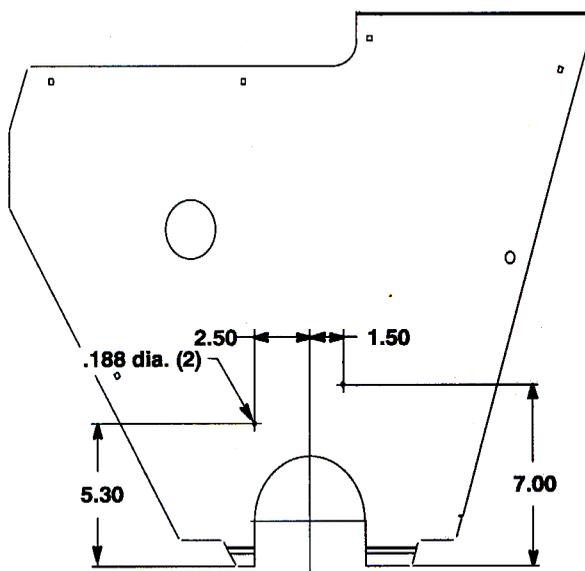

図11
16. 図11を参照して、センター・カバーに直径 0.188 in (4.8 mm) の穴を2つ開ける。